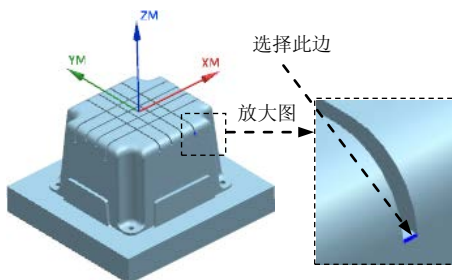

图 20.38 定义参照边
(1) 在**刀具位置**下拉列表中选择**对中**选项,然后在图形区选择图 20.38 所示的边线。